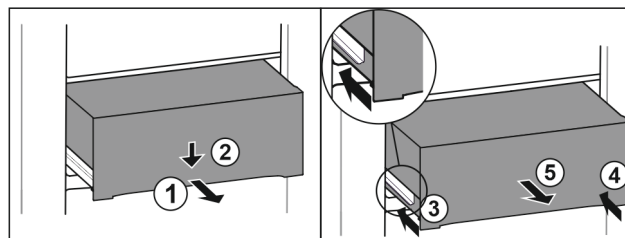

Fig. 146
- Izvucite ladicu na pola. Fig. 146 (1)
- Pritisnite ladicu naprijed prema dolje. Fig. 146 (2)
- Gurnite lijevu vodilicu za oko 2 cm. Fig. 146 (3)
- Gurnite desnu vodilicu za oko 2 cm. Fig. 146 (4)
- Izvadite ladicu prema naprijed. Fig. 146 (5)